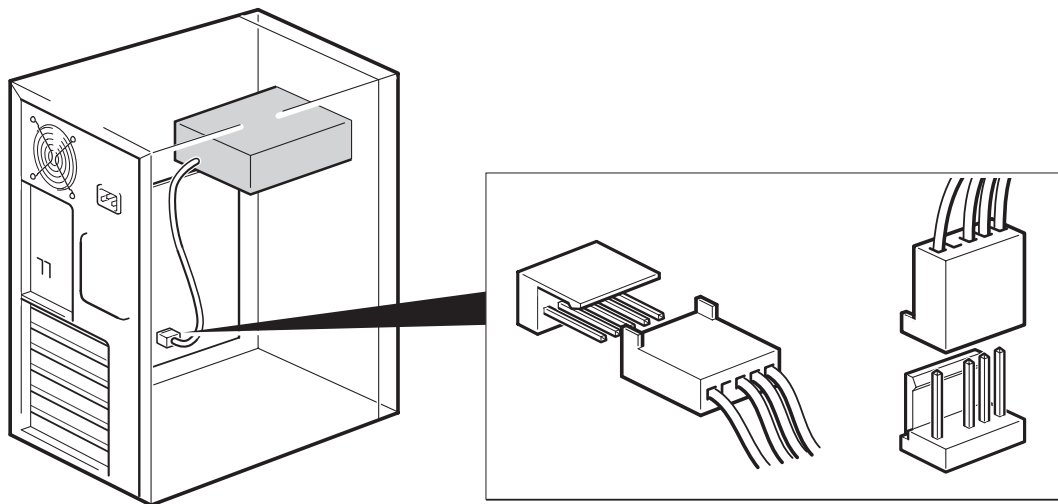

Рис. 8. Подключение к 4-контактному порту USB
- Если сервер имеет 4-контактный порт USB, используйте прилагаемый к стримеру специальный 4-контактный кабель USB (см. Рис. 8).